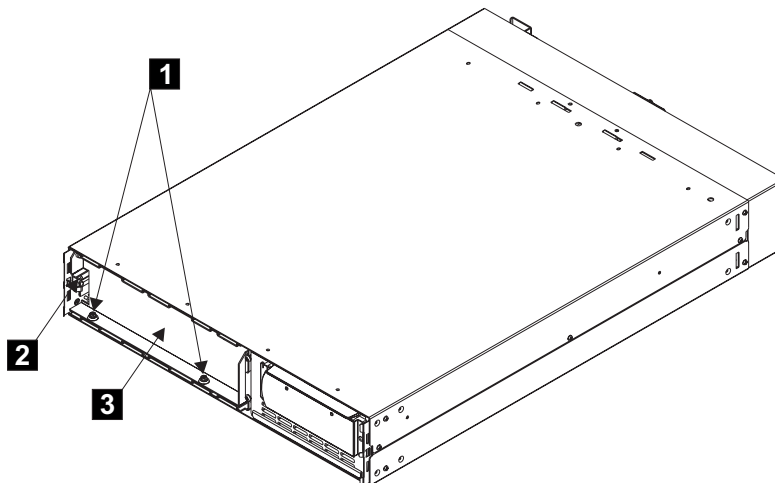

図 108. バッテリー保持ブラケットの固定
- c. 2 つのボルト **1** と、ブラケットの左側にある追加のナット **2** を取り外します (図 108 を参照)。次に、バッテリー保持ブラケット **3** を取り外します。